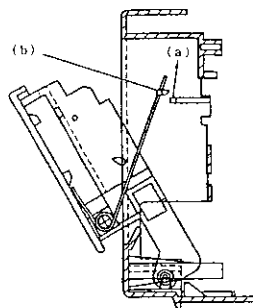
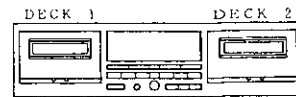

Fig. 7-2
Fig. 7-3
1. Fixer le ressort de porte à la position (b) conformément à la Fig. 7-2 et mettre debout l'ensemble de panneau avant comme illustré sur la Fig. 7-3.